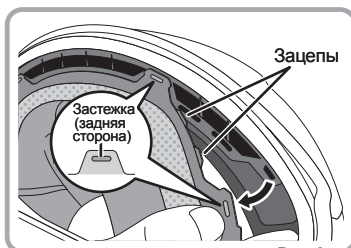

Рис. 2
2. Отстегните 4 застежки и зацепы спереди. Теперь можно извлечь подкладку. (Рис. 2)